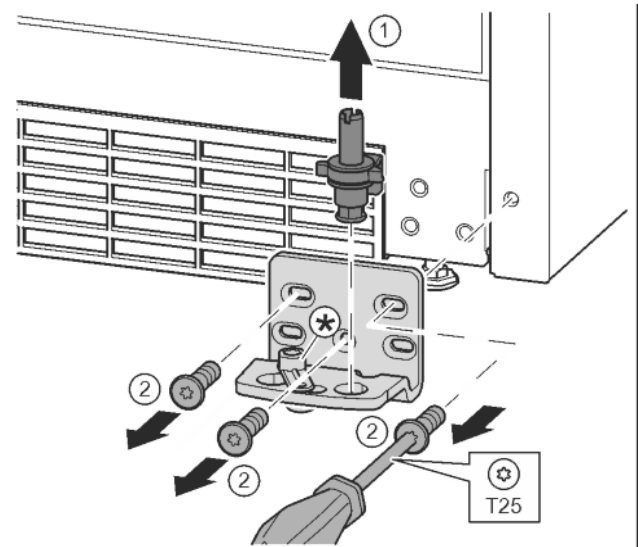

Fig. 12
- ▶ Lagerbolzen komplett nach oben herausziehen. Fig. 12 (1)
- ▶ Schrauben mit Schraubendreher T25 herausdrehen und Lagerbock abnehmen Fig. 12 (2)